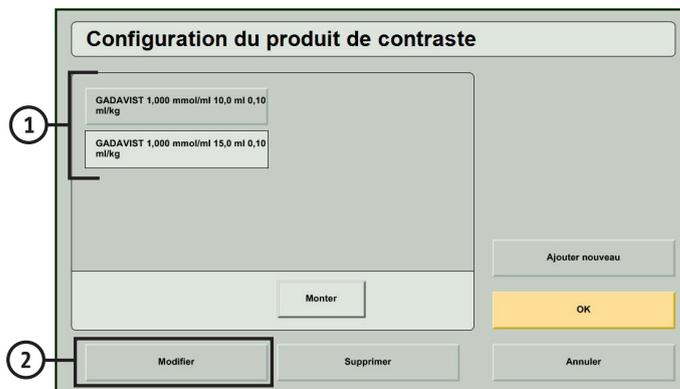

Figure 15 - 13 : Sélection d'un type de produit de contraste existant à modifier
- Modifiez les informations pour chacun des éléments suivants en sélectionnant un onglet à gauche de l'écran et en saisissant les paramètres (consultez la figure 15 - 14) :
- ◆ Nom du produit de contraste : Sélectionnez un nom de produit de contraste existant dans la liste (3) ou ajoutez un nouveau nom de produit de contraste en sélectionnant Ajouter nouveau (4) et en saisissant le nom du produit de contraste à l'aide de la fenêtre du clavier qui apparaît sur l'affichage. Sélectionnez Valider pour enregistrer le nouveau nom de produit de contraste dans la liste. Sélectionnez le nom du produit de contraste dans la liste.
- ◆ Concentration : Sélectionnez une concentration existante dans la liste (3) ou ajoutez une nouvelle concentration en sélectionnant Ajouter nouveau (4) et en saisissant la concentration (5). Sélectionnez Valider (6) pour enregistrer la nouvelle concentration dans la liste. Sélectionnez la concentration dans la liste.
- ◆ Taille de flacon : Sélectionnez une taille de flacon existante dans la liste (3) ou ajoutez une nouvelle taille de flacon en sélectionnant Ajouter nouveau (4) et en saisissant la taille de flacon (5). Sélectionnez Valider (6) pour enregistrer la nouvelle taille de flacon dans la liste. Sélectionnez la taille de flacon dans la liste.
- ◆ Dosage : Sélectionnez un dosage existant dans la liste (3) ou ajoutez un nouveau dosage en sélectionnant Ajouter nouveau (4) et en saisissant le dosage (5). Sélectionnez Valider (6) pour enregistrer le nouveau dosage dans la liste. Sélectionnez le dosage dans la liste.